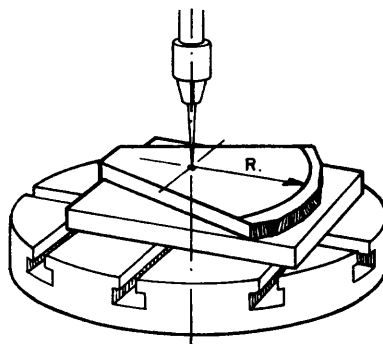

Fig. 4
- a Ubique el eje de la fresa en los puntos que determinan la trayectoria del trazado (fig. 4).